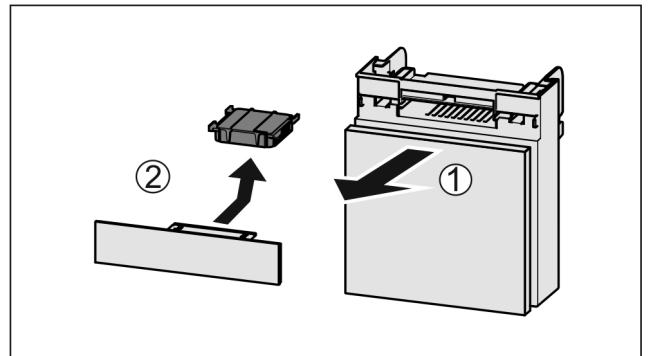

Fig. 131
- ▶ Fach nach vorne herausziehen Fig. 131 (1).
- ▶ Aktivkohlefilter entnehmen Fig. 131 (2).